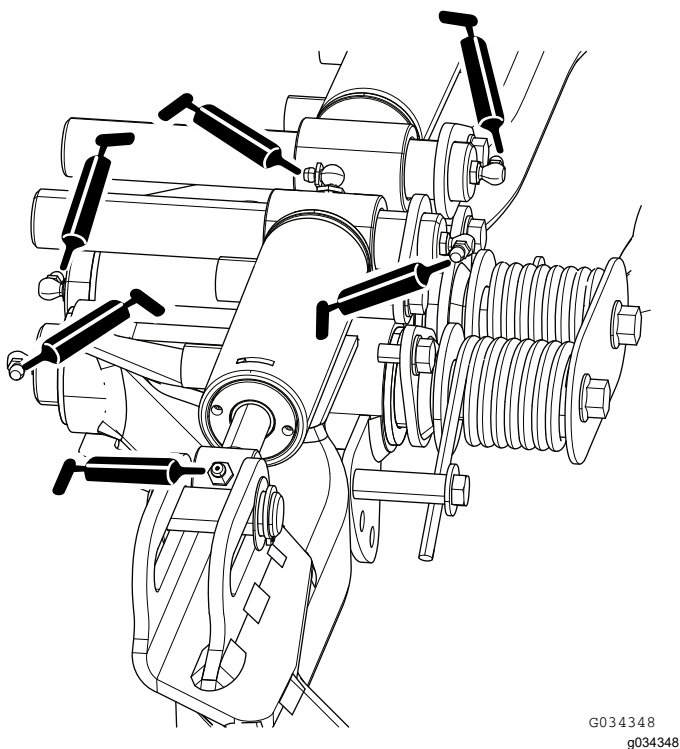

Рисунок 50
- Цилиндры поворота и подъема задних подъемных рычагов (по 4 шт.); см. \(Рисунок 50\)